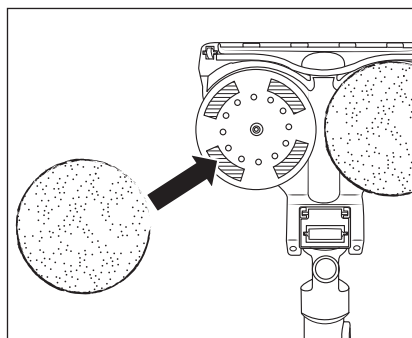

Fig. 17
- ◆ For at sætte moppepuden ③4 på moppestykket ③1 skal du lægge den midt på en af de 2 drejeskiver på undersiden af moppestykket ③1 (se fig. 17). Tryk den så fast på drejeskivens velcrobånd.